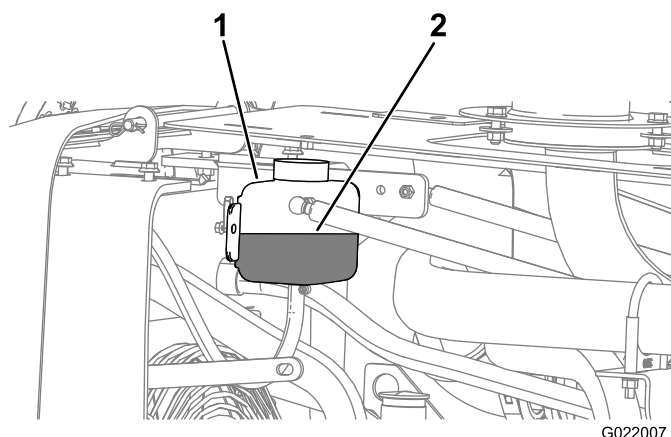
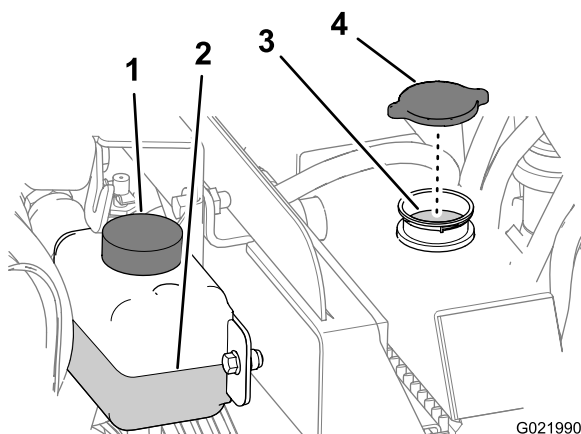

Figure 100
Figure 101
4. Contrôlez le niveau de liquide de refroidissement dans le vase d'expansion (Figure 100).
4. Enlevez le bouchon du goulot de remplissage du radiateur et vérifiez le niveau de liquide de refroidissement (Figure 100 et Figure 101).
5. Si le niveau de liquide de refroidissement est trop bas, faites l'appoint jusqu'à ce qu'il atteigne le bas du goulot de remplissage (Figure 101).
6. Remettez le bouchon de radiateur en place et serrez-le solidement (Figure 101).
4. Retirez le bouchon de radiateur (Figure 101).
2. Retirez le bouchon de radiateur (Figure 101).
4. Remettez le bouchon de radiateur en place (Figure 101).